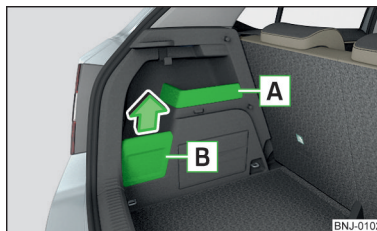

Bild 99
- Lägg det bagage som hänger på kroken i förvaringsfacket **B** » bild 99 på sidan 83, annars finns det risk för skador på locket.
- Om man hänger bagage som väger mer än 2,5 kg på kroken, rekommenderar vi att man tar av förvaringsfackets lock **B** » bild 99 på sidan 83, annars finns det risk för skador på locket.
Förvaringsfack » bild 99
» Ta bort kåpan till förvaringsfacket **B** i pilens riktning » bild 99.
Förvaringsfacket **A** » bild 99 är avsett för förvaring av mindre föremål med en vikt upp till 1,5 kg.